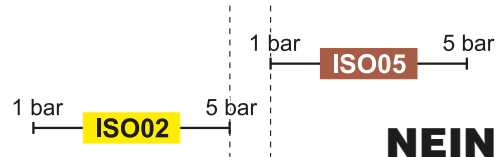

Abb. 106
• **NICHT kompatible Düsen:** die Durchflussmenge bei 1 bar der Düse ISO05 liegt ÜBER der Durchflussmenge bei 5 bar der Düse ISO02 (Abb. 106).